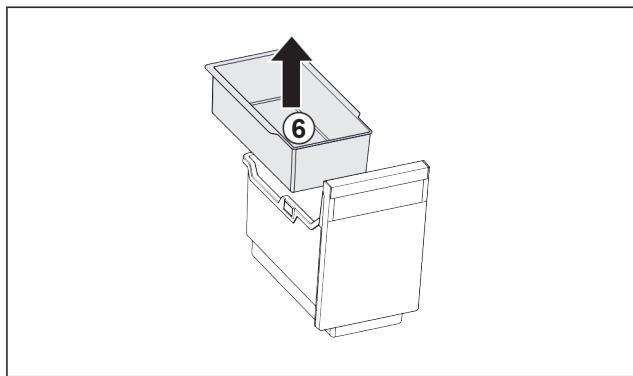

Fig. 101
- Vyjměte závěsnou misku Fig. 101 (6).